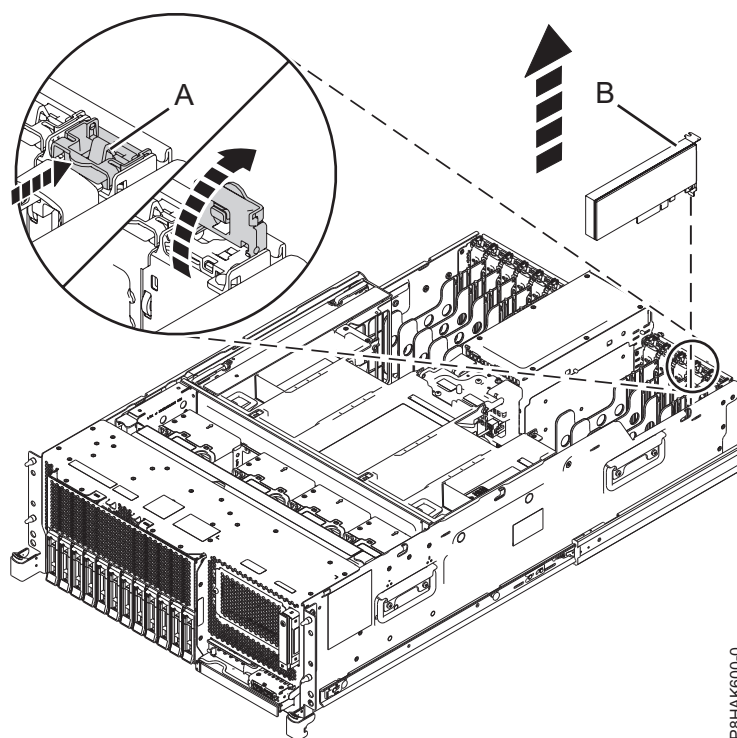
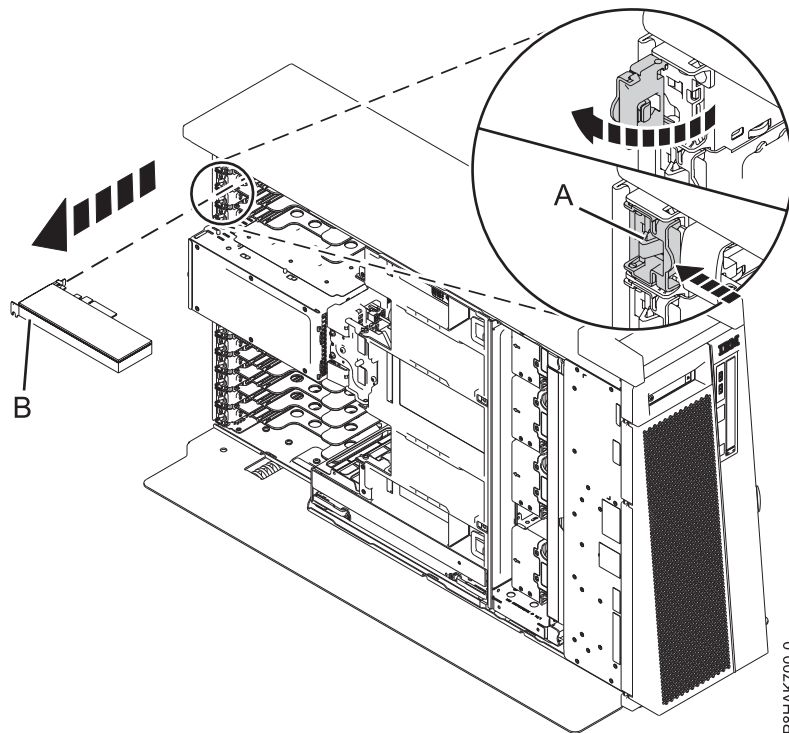

Figura 70. Remover um adaptador PCIe de um sistema montado em bastidor
Figura 71. Remover um adaptador PCIe de um sistema 8286-41A autónomo
2. Para colocar a patilha do adaptador (**A**) na ranhura de destino na posição de abertura, rode a patilha (**A**) na parte posterior do sistema, na direcção apresentada em Figura 70 na página 80 e Figura 71 na página 80.
3. Segure no adaptador (**B**) com cuidado pela extremidade superior ou pelo contraponto e remova o adaptador da ranhura, como demonstrado em Figura 70 na página 80 e Figura 71 na página 80.